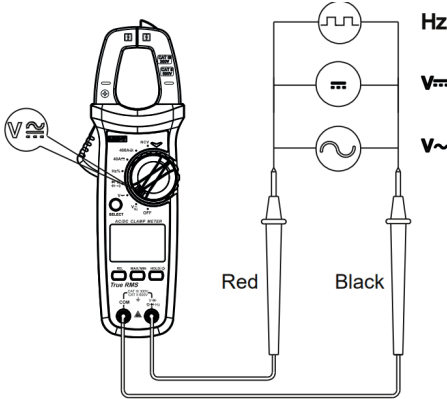

Рисунок 3
2. Измерение переменного/постоянного напряжения и частоты (% скважности) (Рисунок 3)